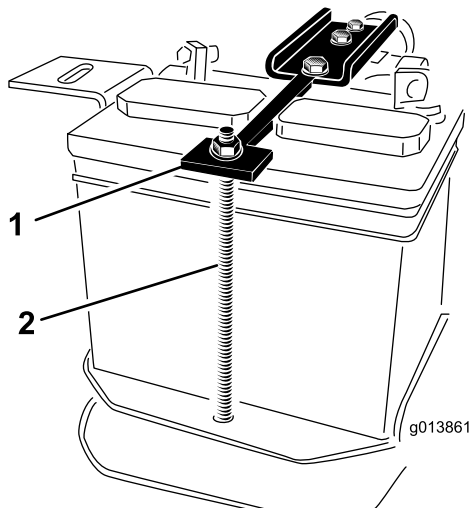

Figure 4
1. Boulons de fixation (2)
17. Retirez les deux écrous qui maintiennent les barrettes de retenue de la batterie en place et placez les écrous, rondelles et le tube de boulon de côté (Figure 4).